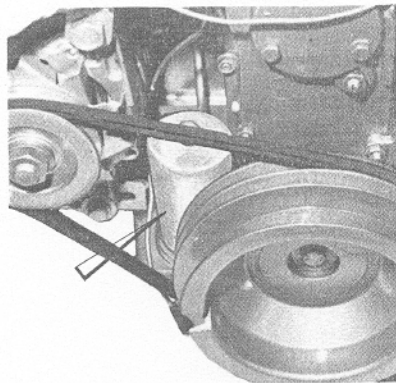

Fig. 12
- 5 - Changer le filtre à huile (Fig. 12)
- 5 - Remove oil filter (Fig. 12)
- Dévisser le filtre usagé avec une clé à tube de 13mm puis l'enlever (Fig. 12) (non récupérable)
- Unscrew old filter with double ended wrench then remove it (Fig. 12) (not recoverable)